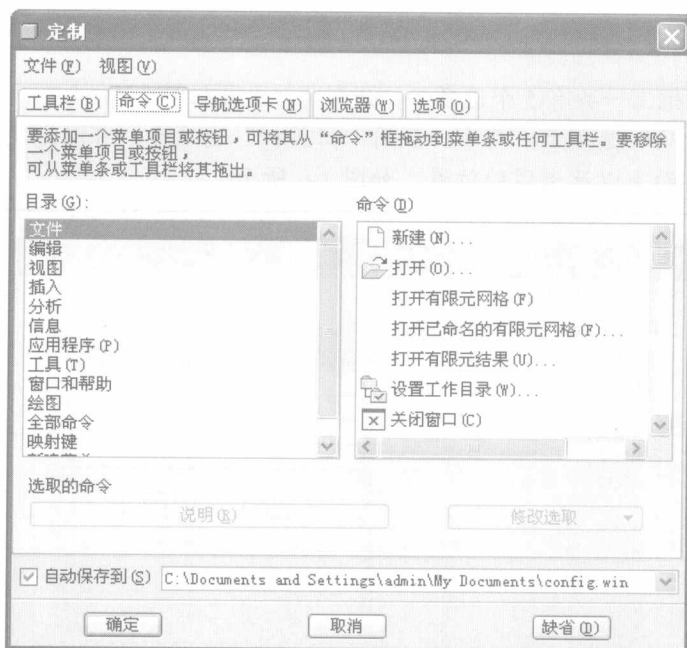

图 1-4 “定制”对话框
(1) 从菜单栏中的“工具”下拉菜单中选择“定制屏幕”命令, 弹出如图 1-4 所示的“定制”对话框。
(2) 进入“命令”选项卡中, 在“目录”列表框中选择需要的分类功能目录, 则此时在“命令”选项区域里显示出该分类目录下的功能命令。如果对某个功能命令不熟悉, 可以在“命令”